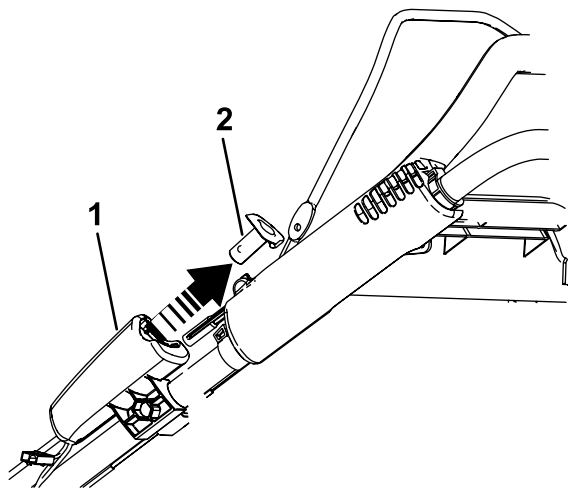

Figura 35
1. Togliete il pulsante di avviamento elettrico come illustrato in Figura 35 (solo modello con avviamento elettrico).